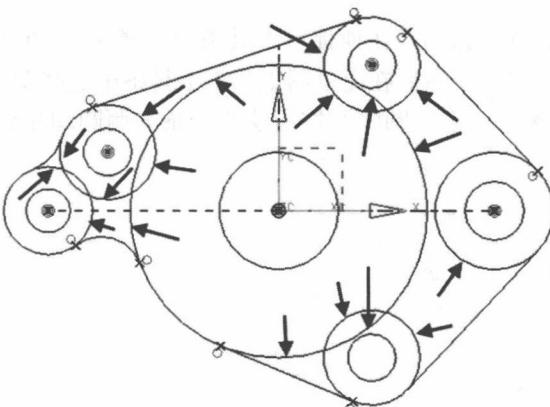
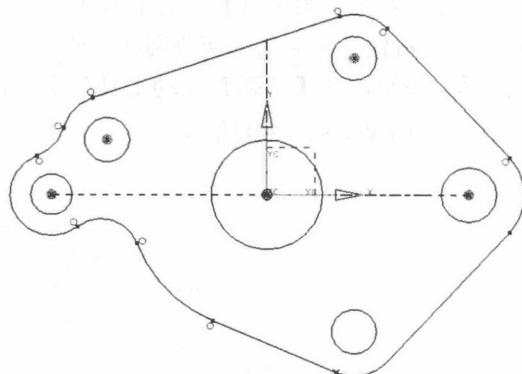

图 1-42 选取要修剪的曲线
图 1-43 修剪曲线后结果
(15) 修剪多余曲线。在【草图工具】工具条中选择 (快速修剪) 按钮, 然后在图中选择如图 1-42 所示的曲线, 修剪结果如图 1-43 所示。